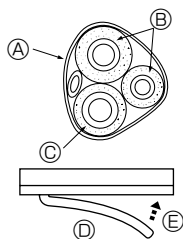

Fig. 5-5
- Den Ablassschlauch diagonal unter den Anschlussrohren verlegen. (Fig. 5-5)